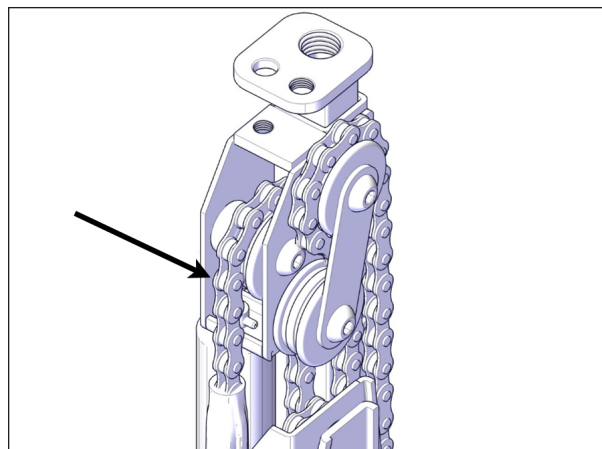

FIGURE 81: CHAINES DES VÉRINS À GRAISSER
8. Vérifier si les chaînes des vérins présentent des signes de détérioration. Le cas échéant, contacter votre détaillant Covana, voir Figure 81.